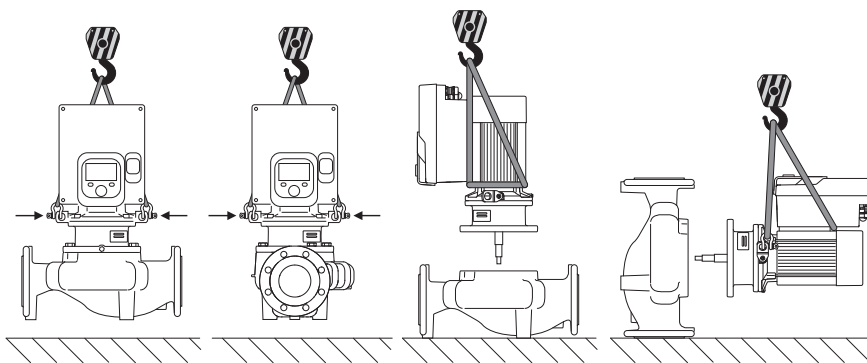

Fig. 6: Lyftriktning enkelpump
Pumpen ska transporteras med tillåtna lyftanordningar (till exempel lyftblock, kran osv.). Lyftanordningar ska fästas på transportöglorna som finns på motorflänsen. Skjut om nödvändigt lyftöglorna under adapterplattan (Fig. 6/7). Säkra pumpen mot att tippa.
1. Lämna två transportöglor (Fig. I, pos. 30) på motorflänsen.
2. Fäst instickssatsen (Fig. 4) på transportöglorna med lämplig lyftutrustning i säkringssyfte. Läg en rem runt motorn och adaptern till elektronikmodulen enligt Fig. 6 för att förhindra att enheten faller. Undvik att skada elektronikmodulen vid fastsättningen.
3. Lossa och ta bort skruvarna (Fig. I/II, pos. 29).